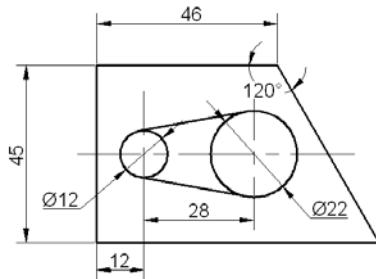

图 3.6.1 绘制图形
5. 使用“对象捕捉追踪”和“对象捕捉”功能, 绘制图 3.6.1 所示的图形。